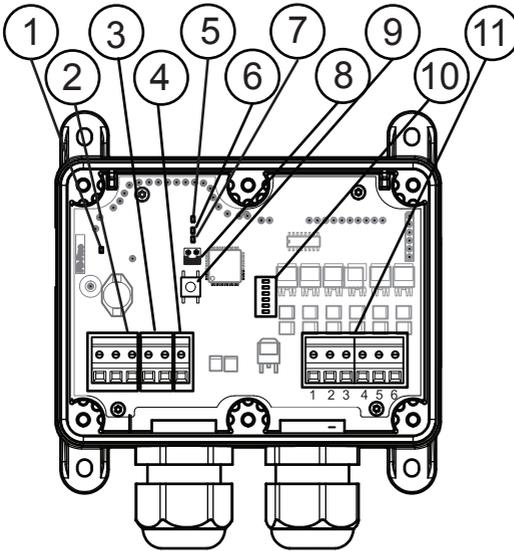
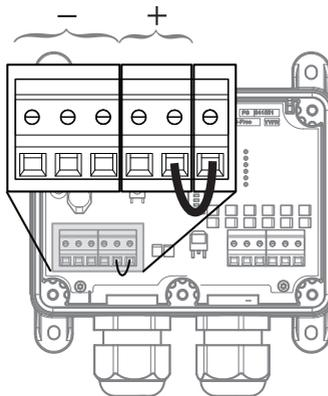

Abbildung 1. Modell Sesam 800 RXM TL - Anzeigen, Anschlüsse und Jumper.
Abbildung 2. Konfiguration der internen Stromversorgung der Leistungsausgänge
Das Modell Sesam 800 TL besitzt LED-Leuchten, die verschiedene Parameter anzeigen (die Anordnung der LED-Leuchten ist in Abb. 1 dargestellt).
Stromversorgungs-LED (siehe ① in Abb. 1)
LED 5 Rauschunterdrückung (siehe ⑤ in Abb. 1)
LED 6 Status (siehe ⑥ in Abb. 1)
LED 7 Teach-In (siehe ⑦ in Abb. 1)
LED-Leuchten der Ausgänge (siehe ⑩ in Abb. 1)
Schließen Sie die zu steuernde Maschine an die Ausgangsklemmen 1-6 (siehe ① in Abb. 1) und die Masse der Maschine an Position 2 an (siehe ② in Abb. 1). Falls die Ausgänge mit derselben 12-24 V Gleichspannungsversorgung wie der Empfänger gespeist werden sollen, müssen Sie zwischen Eingang der Ausgangsleistung (SW) und Plus (+) 12-24 V DC mit einem 0,75 mm² Kabel einen Jumper anschließen (siehe Abb. 2).